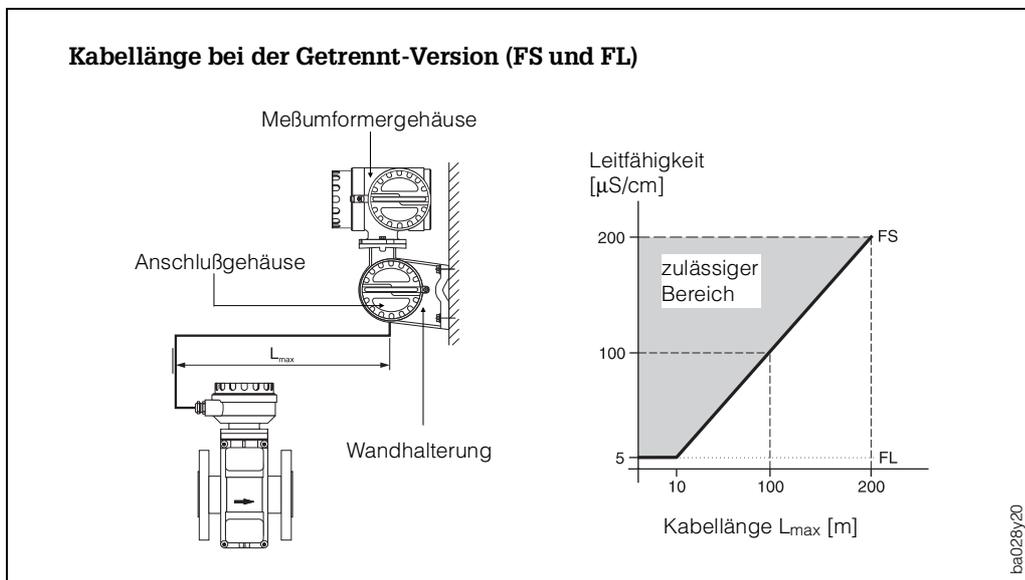

Abb. 22
- Die zulässige Kabellänge L_{max} bei der FS-Version zwischen Meßaufnehmer und Meßumformer wird bei einer Entfernung >10 m von der Leitfähigkeit des Meßmediums bestimmt (Abb. 22).